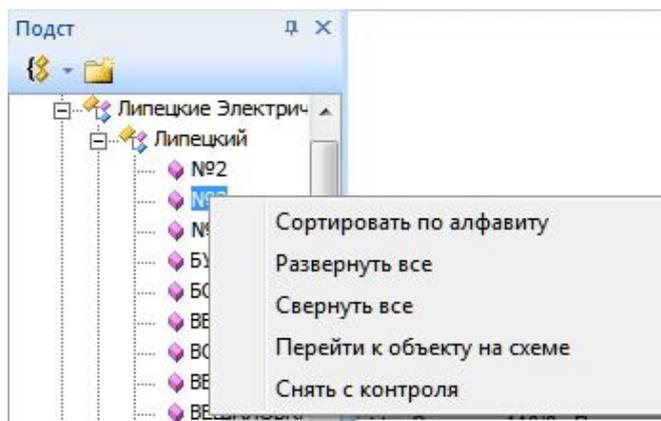

Рисунок 162 – Вид контекстного меню команд для ПС
- нажать на правую клавишу «мыши» и в контекстном меню (рисунок 162) выбрать команду «Перейти к объекту на схеме»;